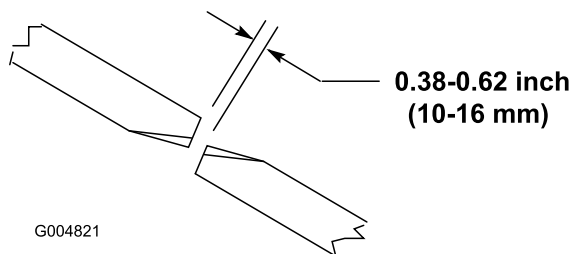

Figura 27
Per garantire il funzionamento ottimale del piatto di taglio occorre una luce di 10-16 mm tra la punta delle lame dei piatti di taglio laterali e quelle del piatto di taglio centrale (Figura 27).
2. Ruotate una lama centrale ed una laterale adiacente in modo che le punte delle loro lame siano allineate. Misurate la distanza tra le punte delle lame (Figura 27).